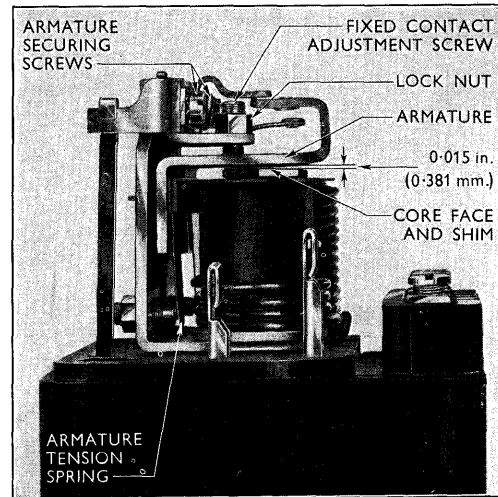

Fig. 31. Justering af spændingsregulatorens anker.
2. Løsn den faste kontaktskrues kontramøtrik og skru kontaktskruen så langt ud, at den går fri af ankerkontakten (se fig. 31).